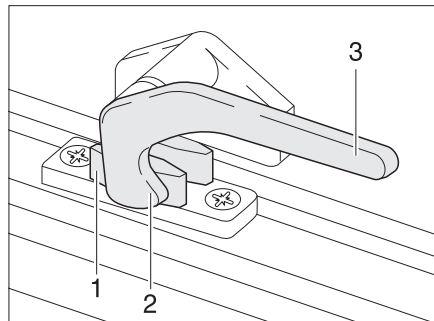
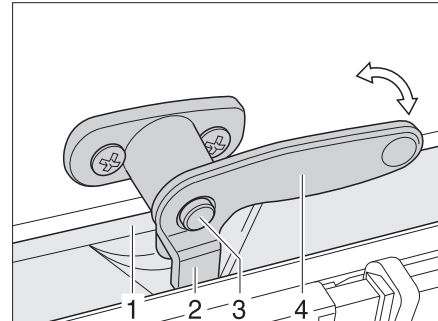

Bild 63 Låsarm i läget "stängd"
Bild 64 Låsarm med låsknapp i läget "stängd"
- Tryck på låsknappen (Bild 64,3) om sådan finns och håll den nedtryckt.
- Sväng låsarmen (Bild 63,3) resp. Bild 64,4) ett kvarts varv mot fönstrets mitt.
- Sväng låsarmen (Bild 63,3) resp. Bild 64,4) ett kvarts varv mot fönsterkarmens mitt. Låsspaken (Bild 63,2 resp. Bild 64,2) är placerad på insidan av fönsterlåset (Bild 63,1 resp. Bild 64,1).
- I läget "helt stängt" (Bild 63)